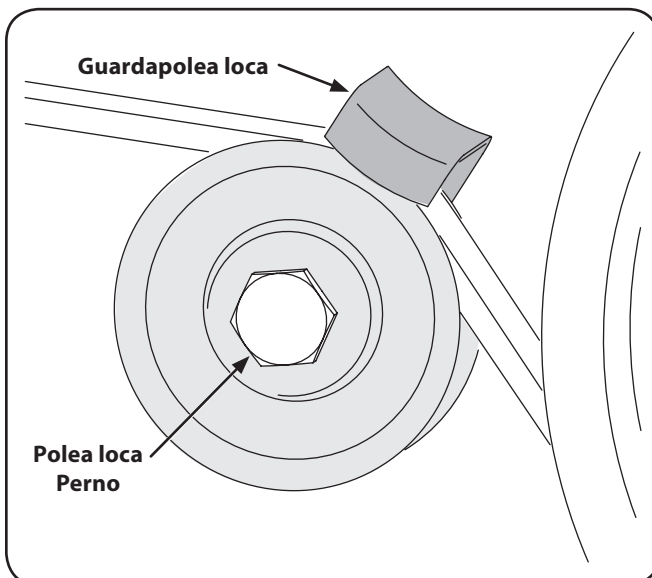

Figura 1-2
3. Retire el perno de la polea loca y mueva la correa desde debajo del guardacorreas de la polea loca. Vea la Figura 1-2.